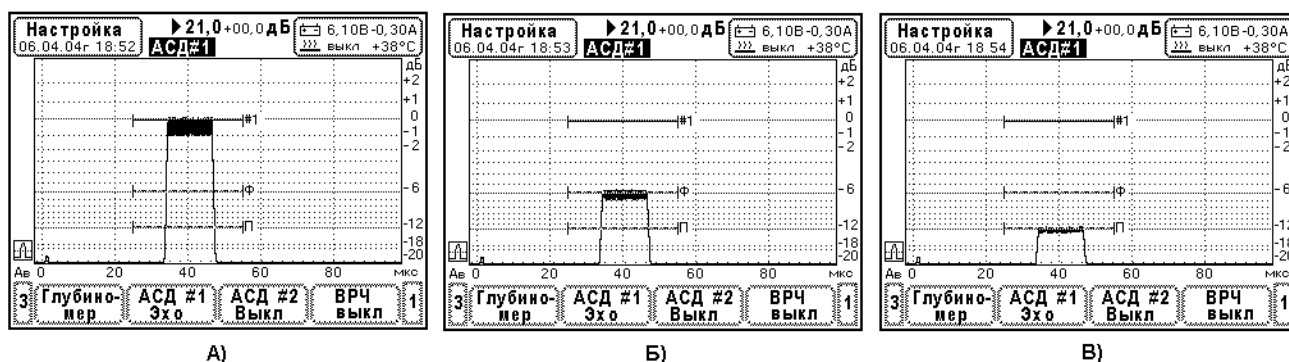

Рис. 10.6.9.1. Вид тест-сигнала на экране дефектоскопа при определении погрешности срабатывания порогового индикатора.
находилась на разметке экрана 0дБ. Установите начало и ширину строга АСД#1 таким образом, чтобы захватывался тест-сигнал (Рис. 10.6.9.1.).
4. Определение погрешностей пороговых индикаторов АСД#1. Меняя ослабление аттенюатора АТТ-90-0,1-95/2 найдите минимальную амплитуду тест-сигнала, при которой начинает срабатывать пороговый индикатор на браковочном уровне АСД#1. Зафиксируйте ослабление К1. Уменьшайте ослабление аттенюатора АТТ-90-0,1-95/2 (тест-сигнал увеличивается) и найдите его амплитуду, для которой устойчиво обнаруживает тест-сигнал на браковочном уровне АСД#1 (Рис. 10.6.9.1.А). Зафиксируйте ослабление К2. Погрешность порогового индикатора АСД#1 определяют по формуле $\Delta K = K1 - K2$ [дБ]. Проведите аналогичные операции для определения погрешности порогового индикатора на уровне фиксации «Ф» и поисковом уровне «П» АСД#1 (Рис. 10.6.9.1.Б, В).